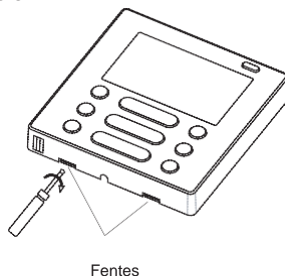

Fig 3-4
- Insérer un tournevis plat dans les fentes de la partie inférieure du boîtier de contrôle (2 places), et retirer la partie supérieure du boîtier de contrôle. (Fig.3-4)